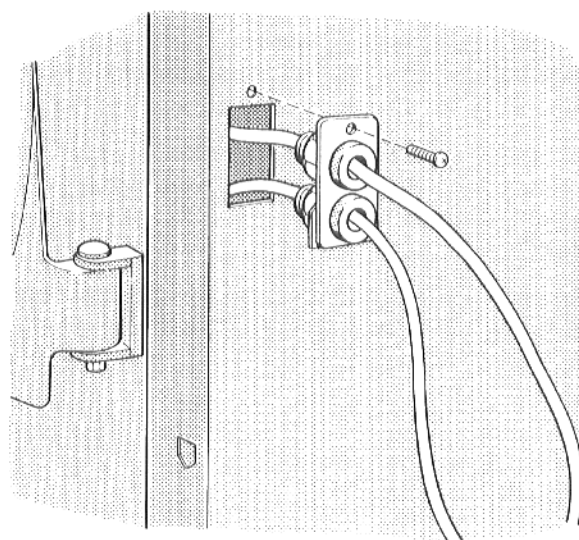

Fig. 16
- Bloquer le câble du brûleur en tournant la douille en matière plastique ou l'écrou (fig. 16).
- Emboîter la plaque de fermeture, avec ou sans le câble du brûleur, dans le panneau latéral gauche ou droit et la fixer par le haut à l'aide d'une vis Parker (fig. 16).